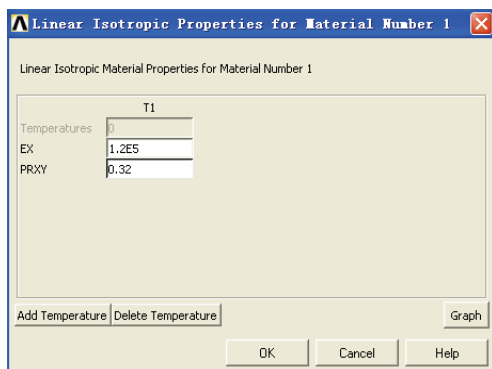

图 6-8 输入弹性模量和泊松比对话框
2) 在 Material Models Available 一栏中依次单击 Structural、Linear、Elastic、Isotropic 选项, 出现 Linear Isotropic Properties for Material Number 1 对话框, 在 EX 输入栏中输入 $1.2E5$, 在 PRXY 输入栏中输入 0.32, 如图 6-8 所示, 单击 OK 按钮关闭该对话框。